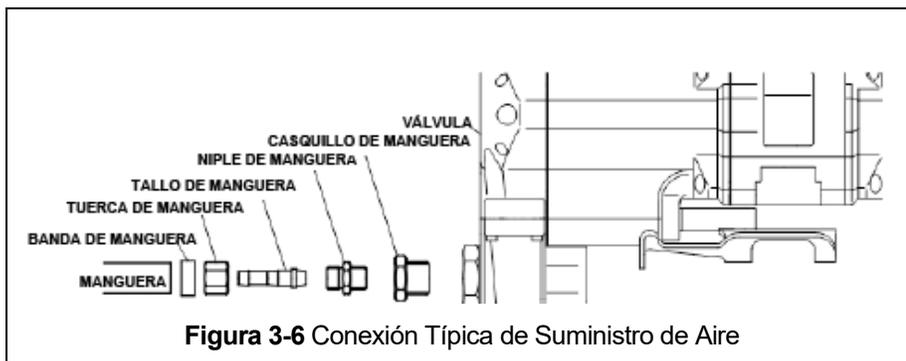

Figura 3-6 Conexión Típica de Suministro de Aire
3.9.5 Hacer conexiones al suministro de aire; referencia Figura 3-6. Use un adaptador reductor en la sección de la válvula del polipasto/tecele para tamaños de manguera mayores de 19mm NPT.